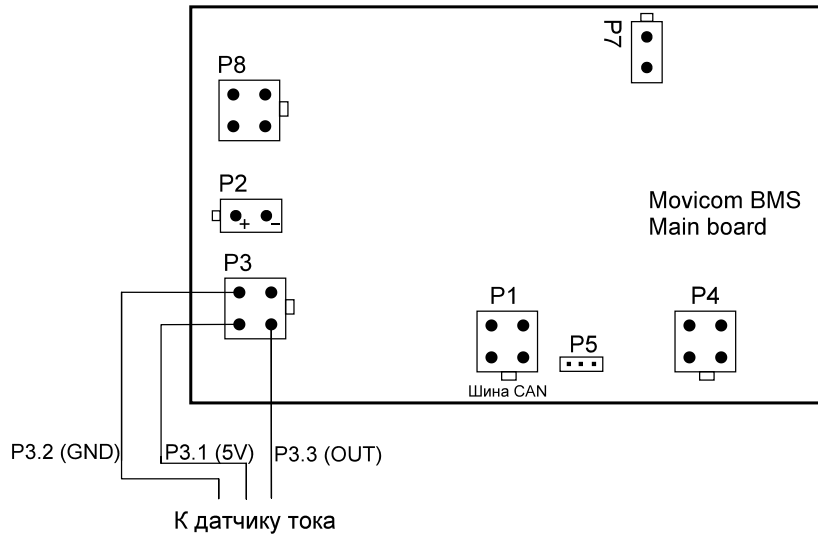

Рис.8 Подключение датчика тока к Mainboard
b) Подключение датчика тока (рис.8)